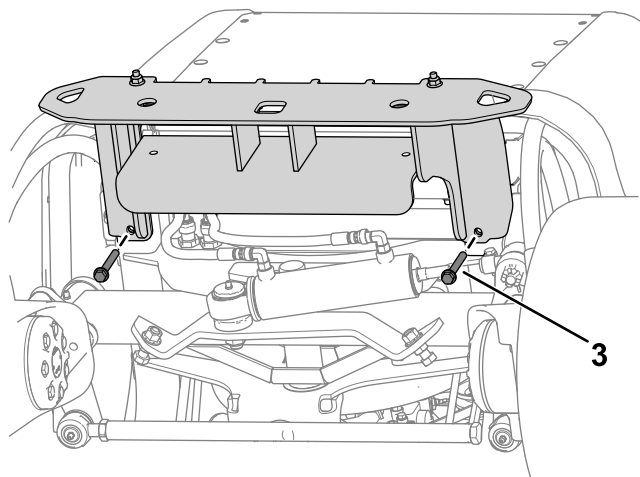

図 15
2. バンパー上部をマシンのフレームに取り付けるボルト $\frac{3}{8}$ " x $3\frac{1}{4}$ "4本とナット $\frac{3}{8}$ "4個を使用する 図 15。
3. バンパーをマシンのフレーム下に取り付けるボルト $\frac{3}{8}$ " x $2\frac{3}{4}$ "2本とナット $\frac{3}{8}$ "2個を使用する 図 15。